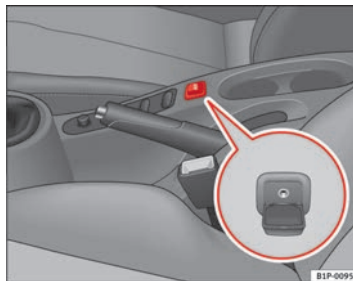

Abb. 101 Anschluss für einen zusätzlichen Audio-Eingang
- Den AUX-Deckel anheben ⇒ Abb. 101.